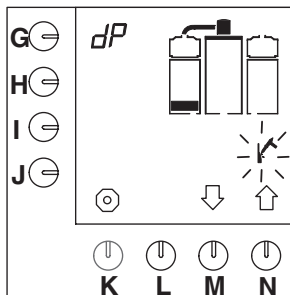

Fig. 20 Første nivå av rensprogrammet, kaffetraktesystemet
- Første nivåfelt vises på displayet, og hammersymbolet blinker (fig. 20).